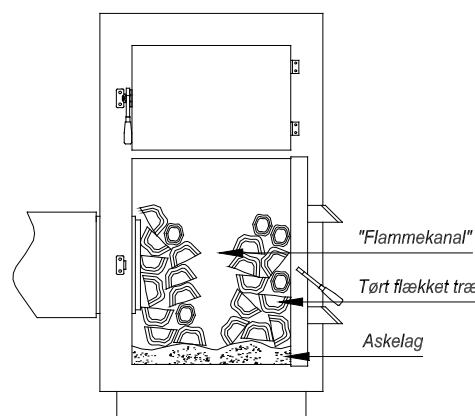

Fig. 7- Håndfyring i kedel
2. Fyld kedlen ca. halvt op med tørt og flækket træ (max . vand % 15-20), søg at friholde en åbning (kanal) på ca.10cm. bredde i midten af brændslet (flamme kanal) som vist på fig. 7.